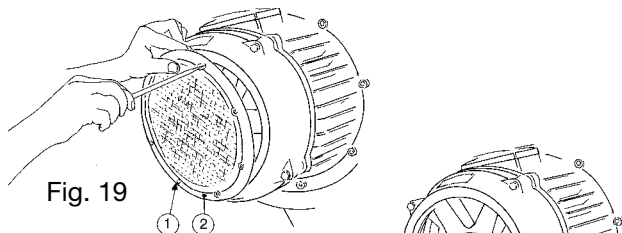
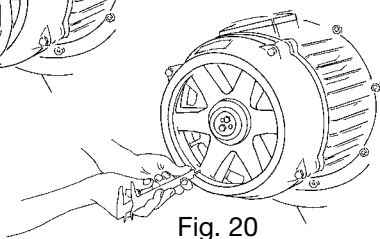
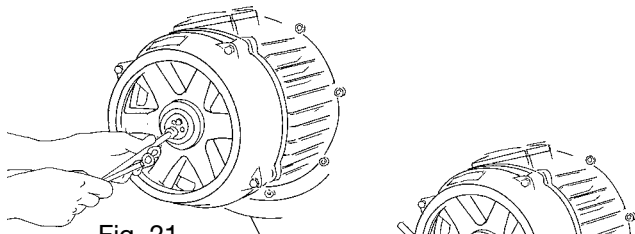
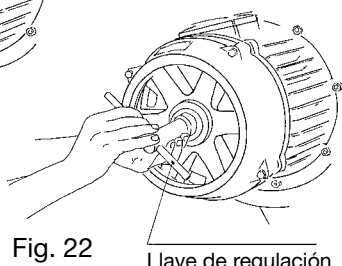

Fig. 19
Fig. 20
Fig. 21
Fig. 22
Destornillar los tornillos pos. 1, y quitar la rejilla pos. 2, (Fig. 19); realizar la medición en un punto cualquiera entre el ventilador del freno (Fig. 20) y un plano de la campana con el freno bloqueado. Una vez realizada dicha medida, desplazar axialmente hacia el interior del motor el ventilador con la ayuda de una palanca y realizar otra medición registrando la diferencia (Fig. 20). Si la diferencia es superior a los valores nominales (0,8/1,2 mm), proceder de la manera siguiente:
- destornillar los tornillos (Fig. 21); después, girar la abrazadera de regulación en sentido contrario al de las agujas del reloj recuperando el desplazamiento axial superior al valor nominal, teniendo en cuenta que un giro completo de abrazadera equivale a 2 mm (Fig. 22). Una vez realizada la operación de recuperación, repetir la medida con el freno abierto (Fig. 20) comprobando que el desplazamiento axial esté en el valor nominal. Restablecer los tornillos y la rejilla en sus posiciones (Fig. 19).